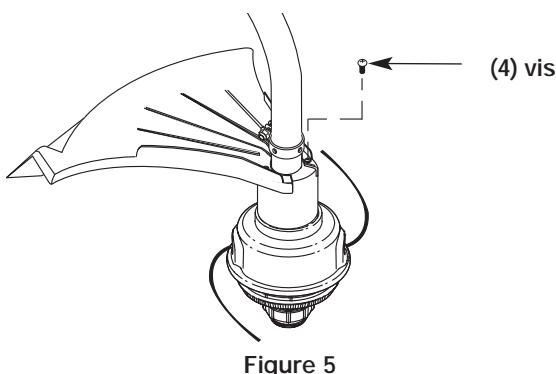

Figure 5
- Installez les quatre (4) vis à l'aide d'un tournevis à empreinte cruciforme (Fig. 5).